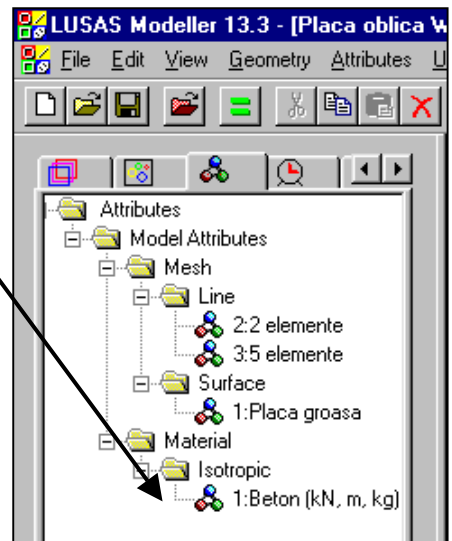

Fig. 17
- în fereastra din stânga (fig. 17) va apare noul set de date definit (**Beton**)